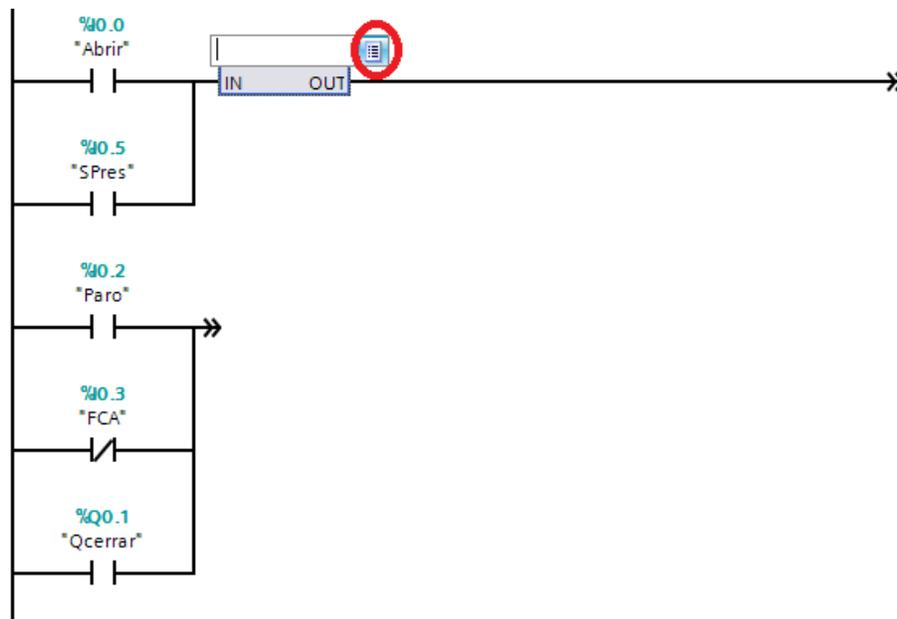

Figura 33. Insertar instrucción SR.
1. Borre los segmentos 1 y 2 para cambiarlos a lógica con bloques SR (Biestable, reset dominante). Para ello agregue los contactos como se muestran en la Figura 32 y luego agregue un cuadro vacío tal como se ve en la misma figura, de doble clic en los signos de interrogación que aparecen dentro del cuadro, de clic en el icono de lista (Ver Figura 33), se desplegarán todas las instrucciones disponibles, escriba “SR” y se mostrará esa instrucción, de doble clic para seleccionarla.